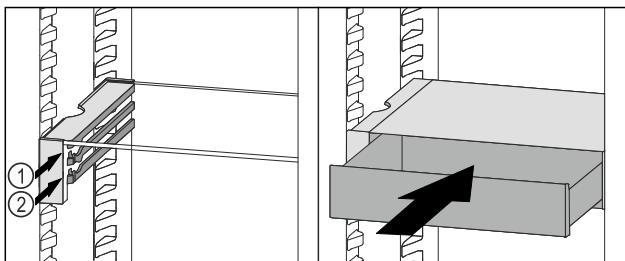

Fig. 100
- Встановити висувний ящик VarioSafe за стопорами на потрібне ребро Fig. 100 (1) або Fig. 100 (2).